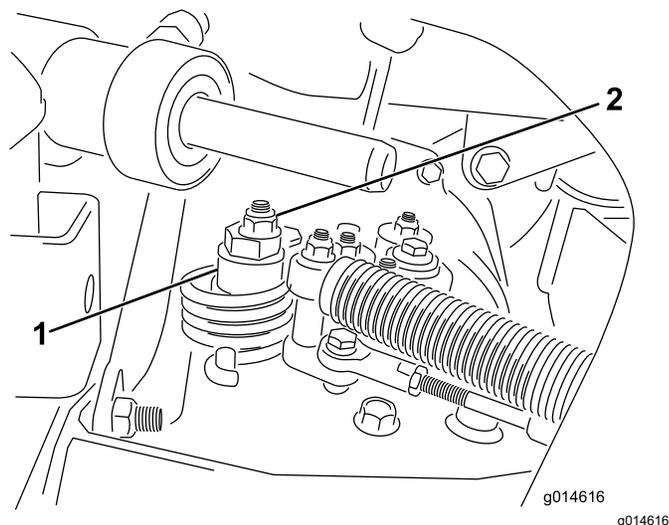

Figure 42
- A. Desserrez l'écrou de fixation de l'excentrique en haut de l'hydrostat (Figure 42).
- C. Tournez l'excentrique jusqu'à ce que la roue ne tourne plus dans aucune direction. Lorsque la roue s'arrête de tourner, serrez l'écrou pour bloquer l'excentrique et le réglage (Figure 42). Vérifiez le réglage avec la commande d'accélérateur à la position BAS RÉGIME, puis HAUT RÉGIME.